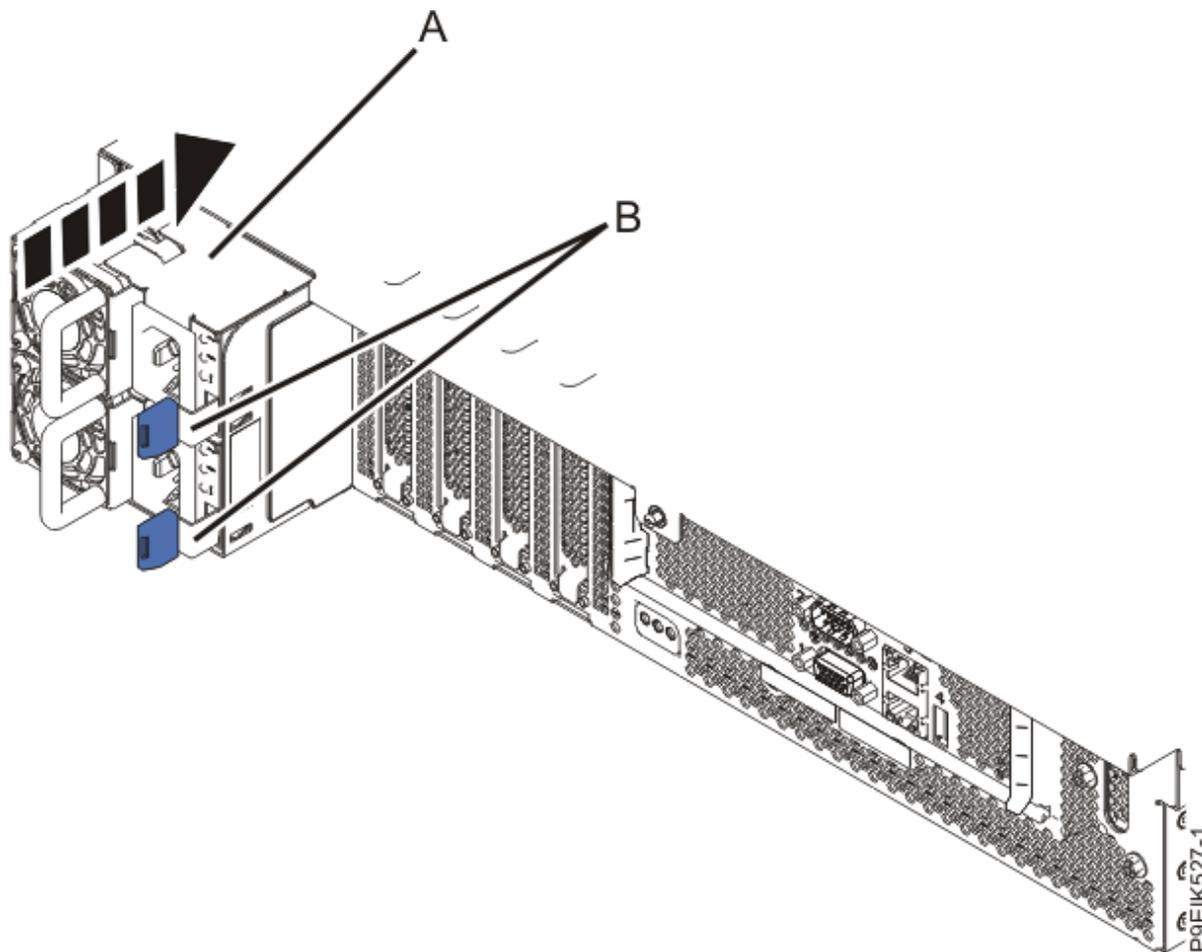

Figura 59. Substituir as fontes de alimentação no sistema
4. Substitua as fontes de alimentação, tal como apresentado na Figura 59 na página 98.